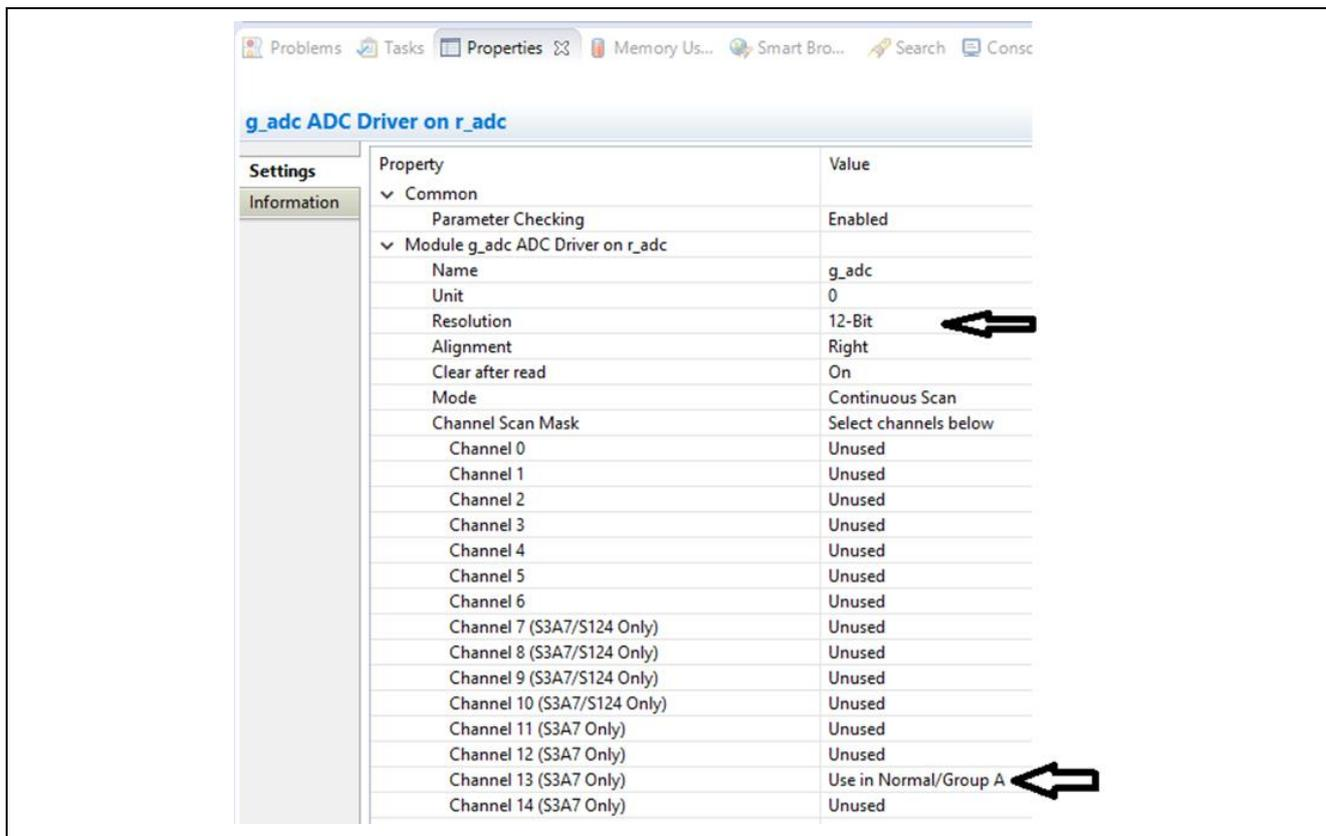

図 6 ADC モジュールのプロパティウィンドウ
4. ADC ドライバの [Properties] タブを選択し、図 6 に示すように分解能 (resolution) と使用するチャンネル (channel) を選択します。ADC ドライバのプロパティの詳細については、ADC モジュールガイド (ADC